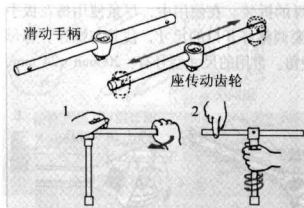
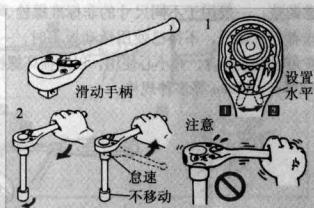

图 1-7
图 1-8
(1) 使用时根据螺栓、螺母的尺寸选择好相应的套筒。
(2) 将套筒套在快速摇柄或者棘轮手柄的方形端头上，视需要可以与接杆或短接杆配合使用，如图 1-7 和图 1-8 所示。